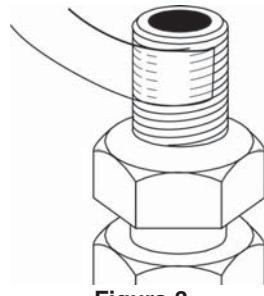

Figura 3
3. Envuelva un pedazo de cinta de PTFE de 3 pulgadas (7,62 cm) de largo hacia la derecha alrededor de las roscas macho de los accesorios. Envúelvalo apretadamente para que entre en las roscas del accesorio y se superponga por lo menos 1/2 pulgada. (Figura 3)